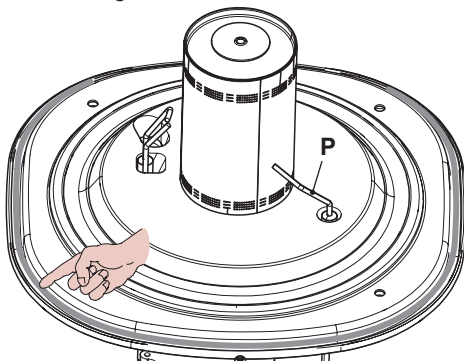
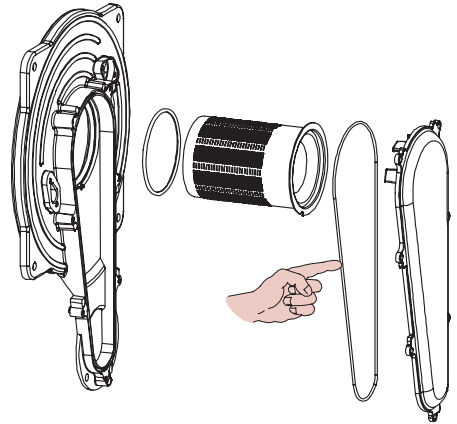

Figura 9.13
Figura 9.14
- La guarnizione in silicone della parete frontale della camera di combustione Figura 9.13 e la guarnizione del coperchio condotto aria/gas (Figura 9.14) devono essere cambiate se deteriorate e comunque devono essere obbligatoriamente sostituite ogni 2 anni.
- L'elettrodo di rilevazione P in Figura 9.13 funge anche da sensore per il corretto scarico della condensa.